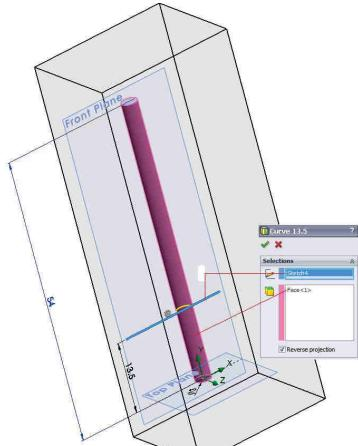

Fig. 14.5
- Se va desena linia din fig. 14.5 în planul **Front**.
- In caseta **Curve** PropertyManager, se va completa, fig. 14.5:
- The line from fig. 14.5 is drawn in **Front** plane.
- In the **Curve** PropertyManager set, fig. 14.5: